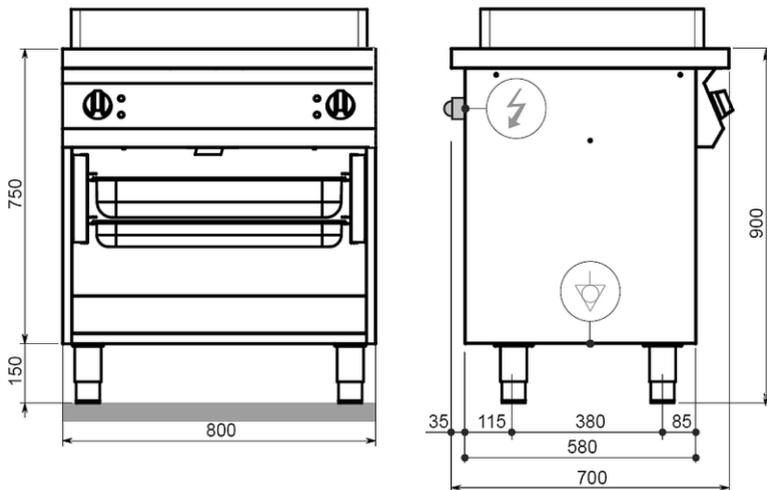

Abb. 3
- Berücksichtigen Sie bei der Aufstellung die Abmessungen des Gerätes (Abb. 3).
- Das Gerät muss an ein Potentialausgleichssystem angeschlossen sein; für den Anschluss ist auf der Geräterückseite eine entsprechende Schraube mit dem Symbol "⏚" (Abb. 3) angebracht. Der Potentialleiter muss einen Mindestquerschnitt von 10 mm² aufweisen.
2. Drehen Sie den Temperaturregler (C, Abb. 3) für die jeweilige Heizzone im Uhrzeigersinn, um das Gerät einzuschalten.